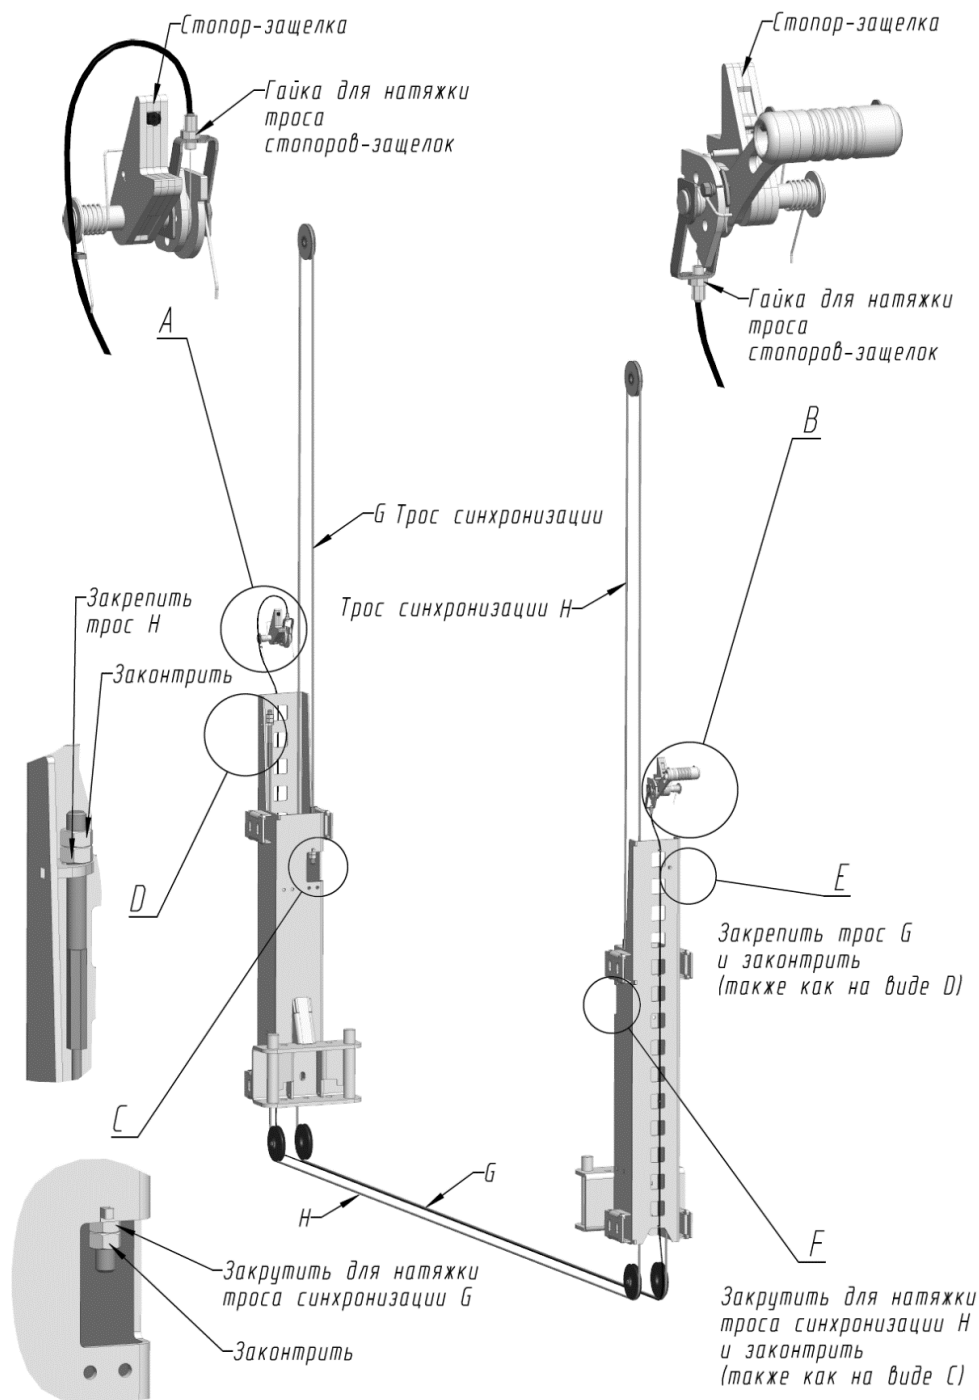

Рисунок 3. Регулировки тросов синхронизации кареток и тросов управления стопорами-защелками
6.3.3 Регулировка тросов синхронизации: одновременное опускание кареток на стопора-защелки. Регулировать гайками в окне передней части кареток (Рисунок 3, вид С и F). После регулировки гайки законтрить второй гайкой. Ход кареток плавный без рывков.
выступать вовнутрь колонны. Регулировать с помощью специальных натяжителей, находящихся на концах оплетки троса (Рисунок 3, вид А и В).